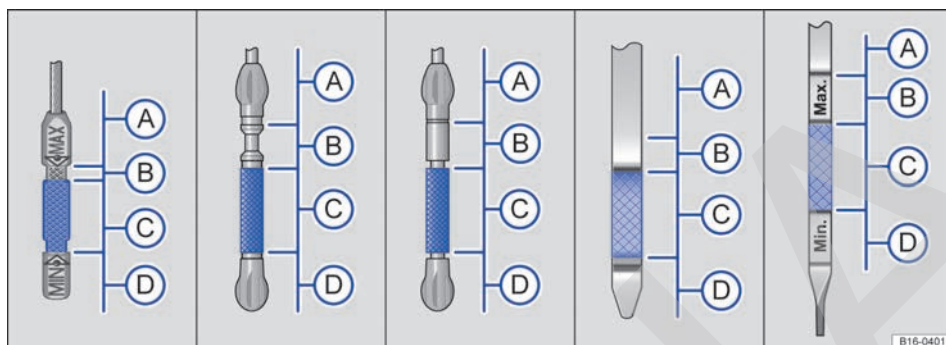

Fig. 199 Marcas del nivel de aceite del motor en la varilla de medición del nivel de aceite (representación esquemática).
Leyenda de la fig. 199:
7. Extraiga nuevamente la varilla de medición y compruebe en ella el nivel de aceite → fig. 199 tal y como sigue:
- Ⓒ El nivel de aceite del motor es correcto. Se puede añadir aceite hasta el **límite superior de esta zona** si, p. ej., se somete el motor a grandes esfuerzos → fig. 199. Continúe en el paso 8 o 16.
13. Al final del proceso, el nivel de aceite debería encontrarse por el centro de la zona → fig. 199 Ⓒ. El nivel de aceite no debería encontrarse en la zona → fig. 199 Ⓑ, por encima de → fig. 199 Ⓒ, y no permita nunca que se encuentre en la zona → fig. 199 Ⓐ → Ⓛ.
14. Si por descuido ha añadido demasiado aceite y el nivel se encuentra en la zona → fig. 199 Ⓐ, **no ponga el motor en marcha**. Avise a un taller especializado y, dado el caso, solicite la ayuda de personal especializado.
- Si por descuido ha añadido demasiado aceite del motor y el nivel se encuentra en la zona → fig. 199 Ⓐ, no ponga el motor en marcha. Avise a un taller especializado y, dado el caso, solicite la ayuda de personal especializado. ¡De lo contrario podrían dañarse el catalizador y el motor!
No permita nunca que el nivel de aceite del motor se encuentre por encima de la zona → fig. 199 Ⓑ. De no ser así, podría aspirarse aceite por el respiradero del cárter del cigüeñal y llegar a la atmósfera a través del sistema de escape.